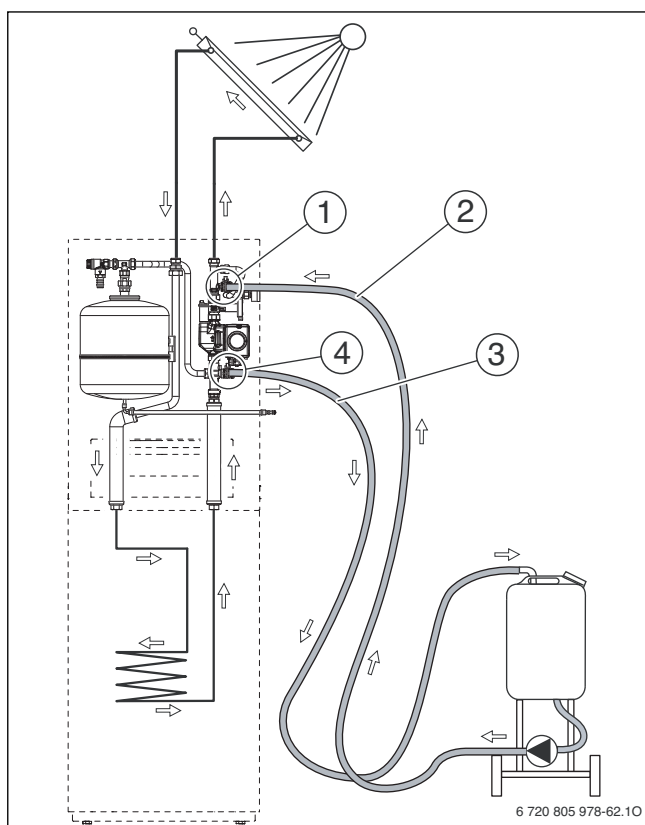

Bild 69 Befüllen der Solaranlage
- Befüllanlage, wie in Bild 69 dargestellt, anschließen.
- Füll- und Entleerhähne (→ Bild 69, [1] und [4]) öffnen.
- Während des Spülens den Füll- und Entleerhahn am Durchflussbegrenzer (→ Bild 69, [4]) mehrmals kurzzeitig drosseln und anschließend schnell komplett öffnen. Dadurch können sich gestaute Luftblasen in der Rohrleitung lösen.